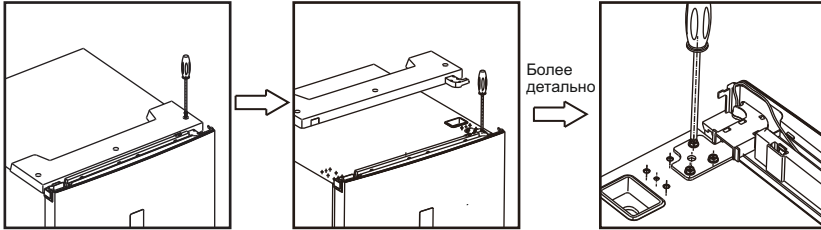

Рисунок 10
2. Закройте дверцу, выкрутите шурупы с верхней панели при помощи крестовой отвертки. Снимите верхнюю панель и крышки дверной петли, выкрутите шурупы из петли. Убедитесь, что во время данной операции дверь закрыта (рис. 10).